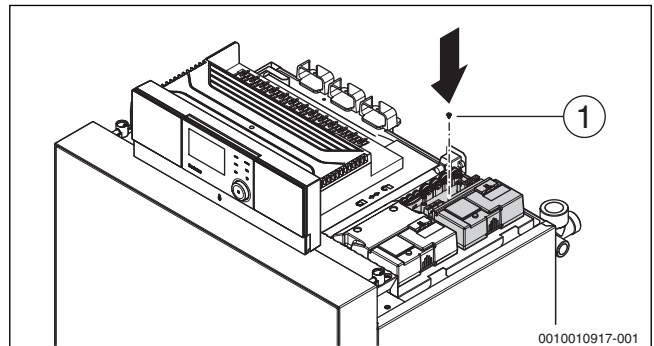

Bild 33 Funktionsmodul verschrauben
- ▶ Funktionsmodul mit Modulträger verschrauben (→Bild 33).